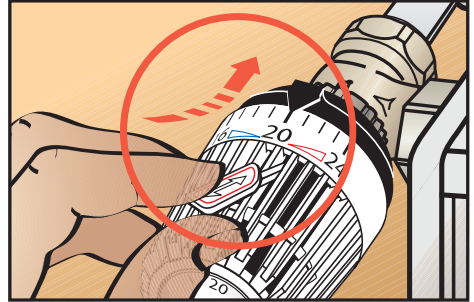

Abb. 3: Sparclip in Nut einsetzen
- Den **roten Sparclip** in die Nut **rechts neben 20** einsetzen (Abb. 3).